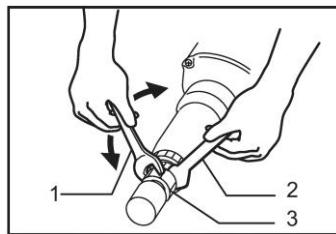

Рис. 2
Для установки шлифовальной насадки (рис.2) ослабьте цанговую гайку (3) и вставьте насадку в цанговый зажим. Удерживая шпиндель ключом (2), сильно затяните гайку вторым ключом (1).